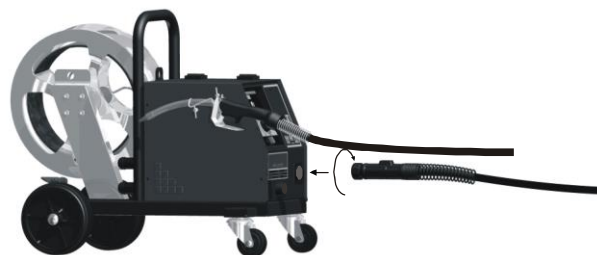

Fig.6
- Conectar la antorcha a la devanadora (adaptador de antorcha). Insertar la extremidad de la antorcha y apretar firmemente la tuerca de sujeción (Fig.6).